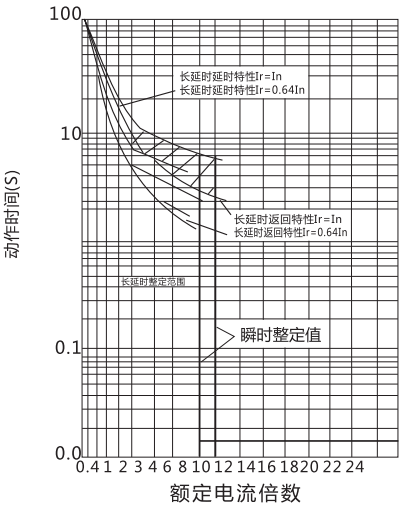

图4
5.5.3 断路器及限流断路器的过电流脱扣器保护特性曲线见图4。